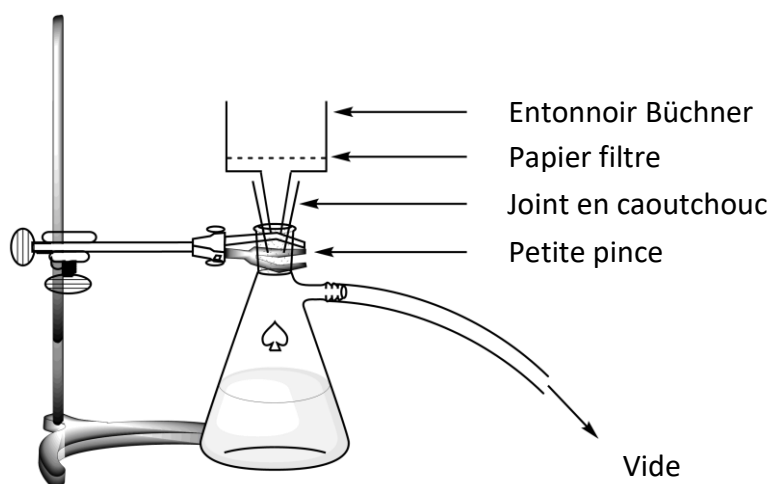

Figure 2. Montage de filtration sous vide
7. **Mettre en place** le montage de filtration sous vide à l'aide d'un entonnoir de Büchner, d'un papier filtre et d'un vase de Büchner (voir figure 2). Fixer le vase de Büchner au statif à l'aide d'une petite pince. **Lever** votre carte « HELP ». Un assistant viendra vous montrer comment connecter le système d'aspiration au montage.